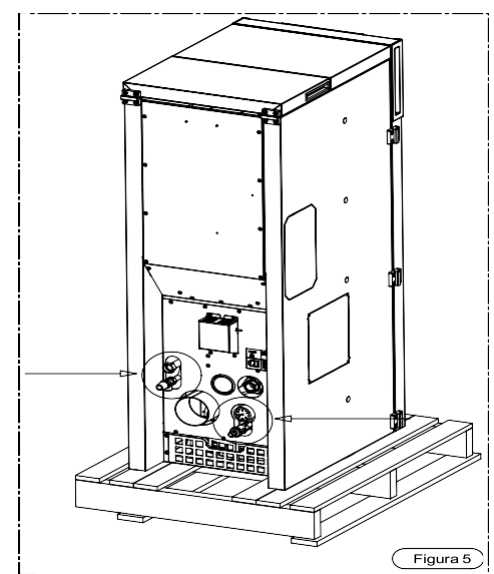

Figura 5
- Ridicați ușor boilerul și introduceți un cărucior adecvat (vezi Figurile 3 și 4): în timpul acestei operațiuni, aveți mare grijă să nu deteriorați învelișul și părțile proeminente ale boilerului, așa cum se arată în Figura 5.